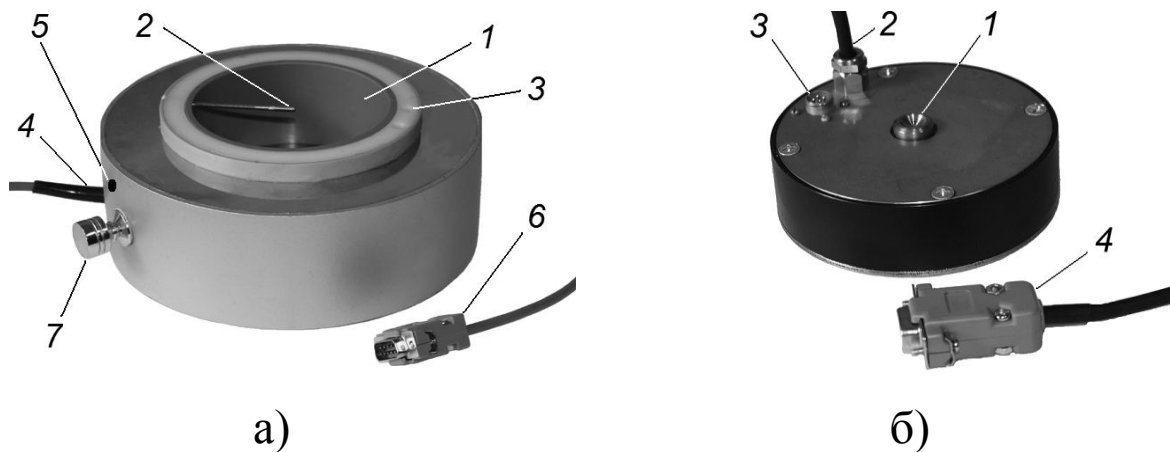

Рисунок 3 – Термостатированные плиты
1.4.2.1 Нижняя термоплита (рисунок 3-а) имеет: встроенный датчик температуры для измерения температуры поверхности нижней термоплиты, встроенную емкость (1) для засыпки капиллярно-пористого материала, емкость для заполнения водой (3), датчик температуры для контроля температуры нижней торцевой поверхности образца (2).
1.4.2.2 Верхняя термоплита (рисунок 3-б) имеет: встроенный датчик температуры для измерения температуры поверхности верхней термоплиты, силовоспринимающую бобышку (1), кабель (2) с девятиконтактным разъемом (4) для подключения к блоку управления.